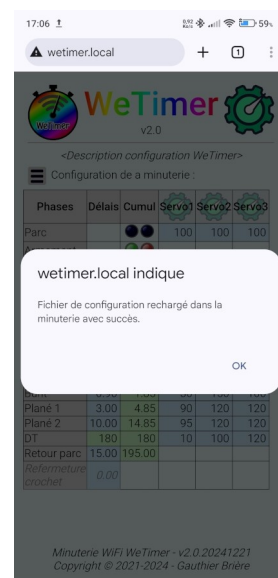

Figure 21
- ◆ Après le transfert et le rechargement dans la minuterie, l'application indique le résultat (Figure 21).